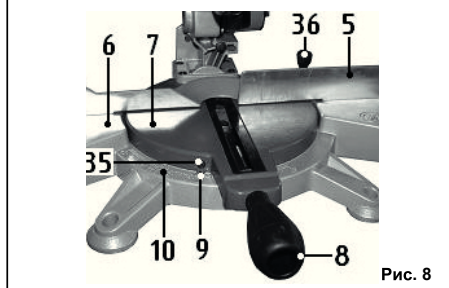

Рис. 8
9.3. Поворот стола торцово-усовочной пилы (Рис.8)